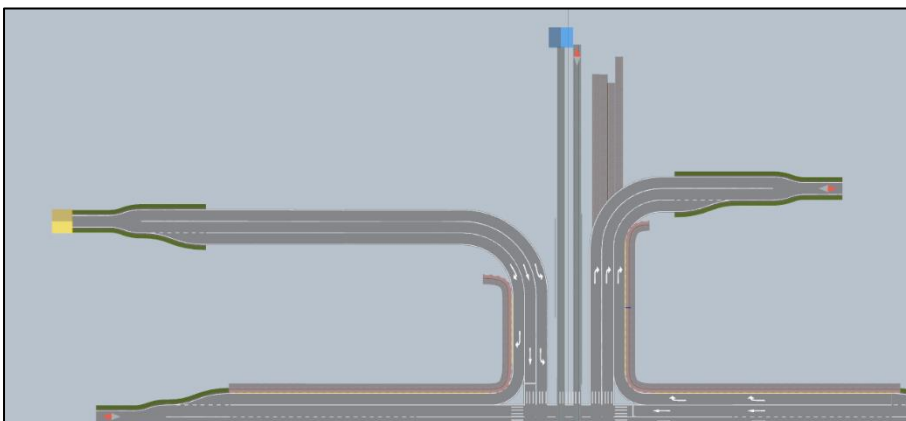

Bild 10: Beispiel eine peripheren li-re Splitting der Auto-Fahrspuren.
- Peripherie gestalten (Bild 9), ev. auch Richtungsänderungen zum Anpassen an die Kulisse (Bild 10).